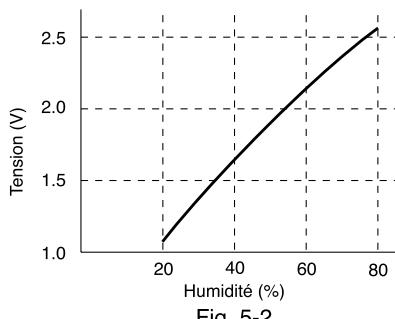

Fig. 5-2
- From the output (② pin) of humidity sensor, the 5V pulse3 of different width is output according to detected humidity. Smooth output pulse is carried out by C301 and it changes into the characteristic of voltage-humidity as shown in Fig.5-2. The micro computer detects and controls humidity by reading this voltage directly.
- Depuis la sortie (② broche) du capteur d'humidité, l'impulsion 3 de la ligne 5 V. est fournie de différente largeur en fonction de l'humidité détectée. La sortie d'air lente est faite par le C301 et change en fonction des caractéristiques de tension - humidité comme montré sur la Figure 5-2. Le microprocesseur détecte et contrôle l'humidité en lisant directement cette tension.